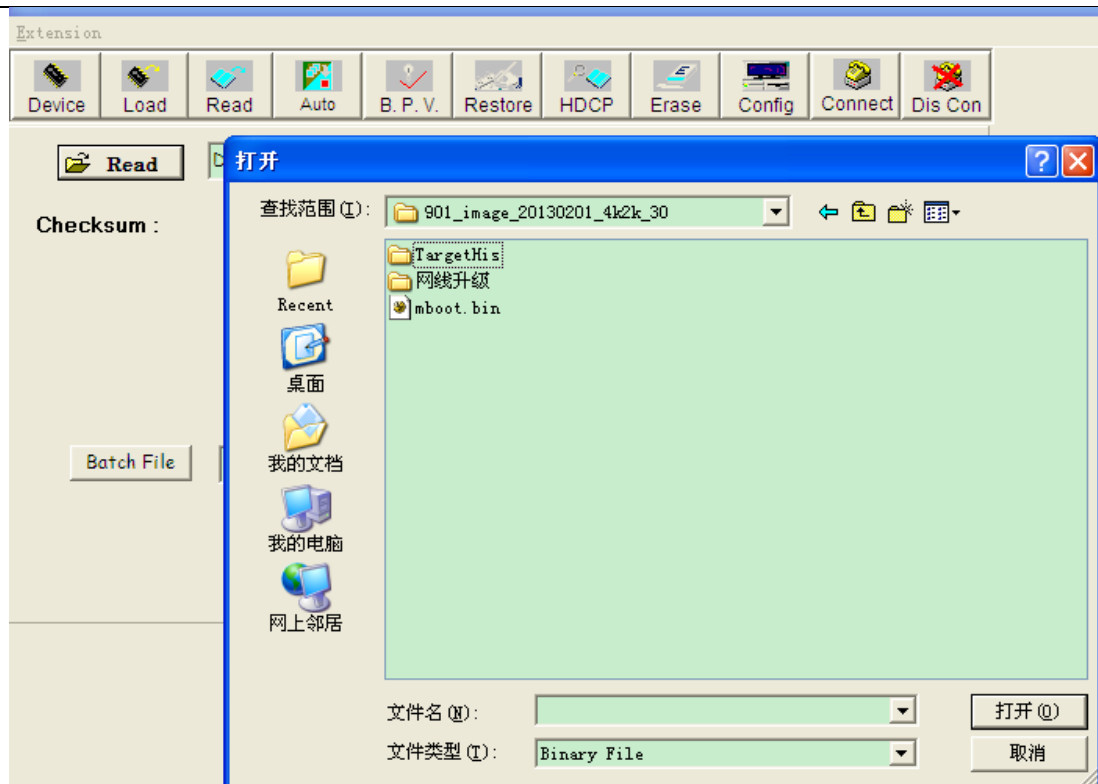

图 3.5
- 8) 点击“Read”按钮，弹出文件选择的对话框，找到我们用的 Mboot 的 bin 文件，点击“打开”，即可选择到我们要升级的 Mboot 文件，如下图 3.5。